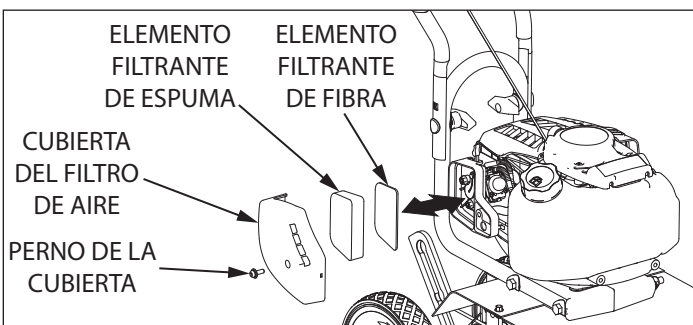

FIGURA 11
3. Retire el filtro de espuma y los elementos filtrantes de espuma. Reemplácelo con un nuevo filtro de fibra y un nuevo filtro de espuma lubricado (**CONSULTE LA FIGURA 11**), o bien, limpie los filtros originales de espuma y de fibra con agua tibia y jabón suave. Recuerde lubricar completamente el filtro de espuma con aceite para motor grado 30 o 40 y quitar el exceso de aceite antes de volver a instalarlo. Asegúrese de presionar el filtro de espuma en su lugar de manera uniforme sobre el filtro de fibra para garantizar que la espuma esté fija en su posición de sellado.